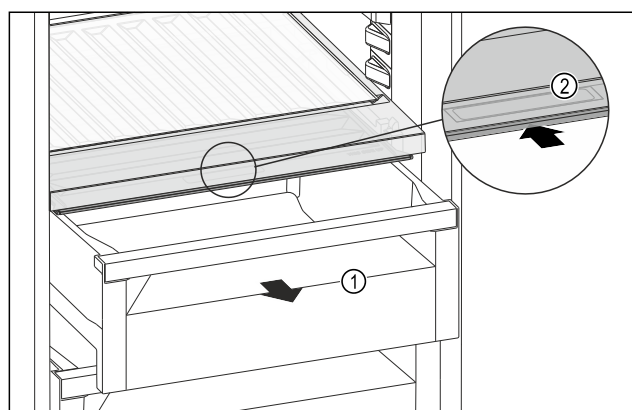

Fig. 204
- Zásuvku Fig. 204 (1) vytáhněte.
- Uchopte prohlubeň pro rukojeť Fig. 204 (2) na víku zásuvky a současně zasuněte víko zásuvky směrem dozadu.